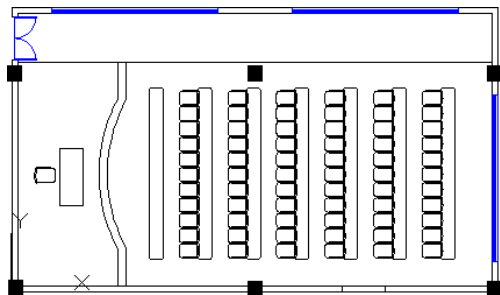

图 17.12.41 插入座椅 2
Step11. 插入座椅 2。选择下拉菜单 **插入(I)** → **块(B)...** 命令，选择“座椅”为插入对象，在 **角度(A)** 文本框中输入 180，单击 **确定** 按钮，选取图形区域合适的位置单击以确定块的插入位置，完成后如图 17.12.41 所示。